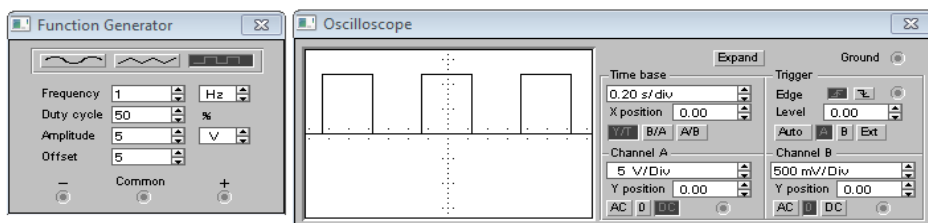

Рис. 4 Органы управления источником импульсов и осциллографом
3. Подключить к выходу схемы осциллограф, выставив органы управления, как это показано на рис. 4.
4. Наблюдать импульсы на экране осциллографа (см. рис. 4).